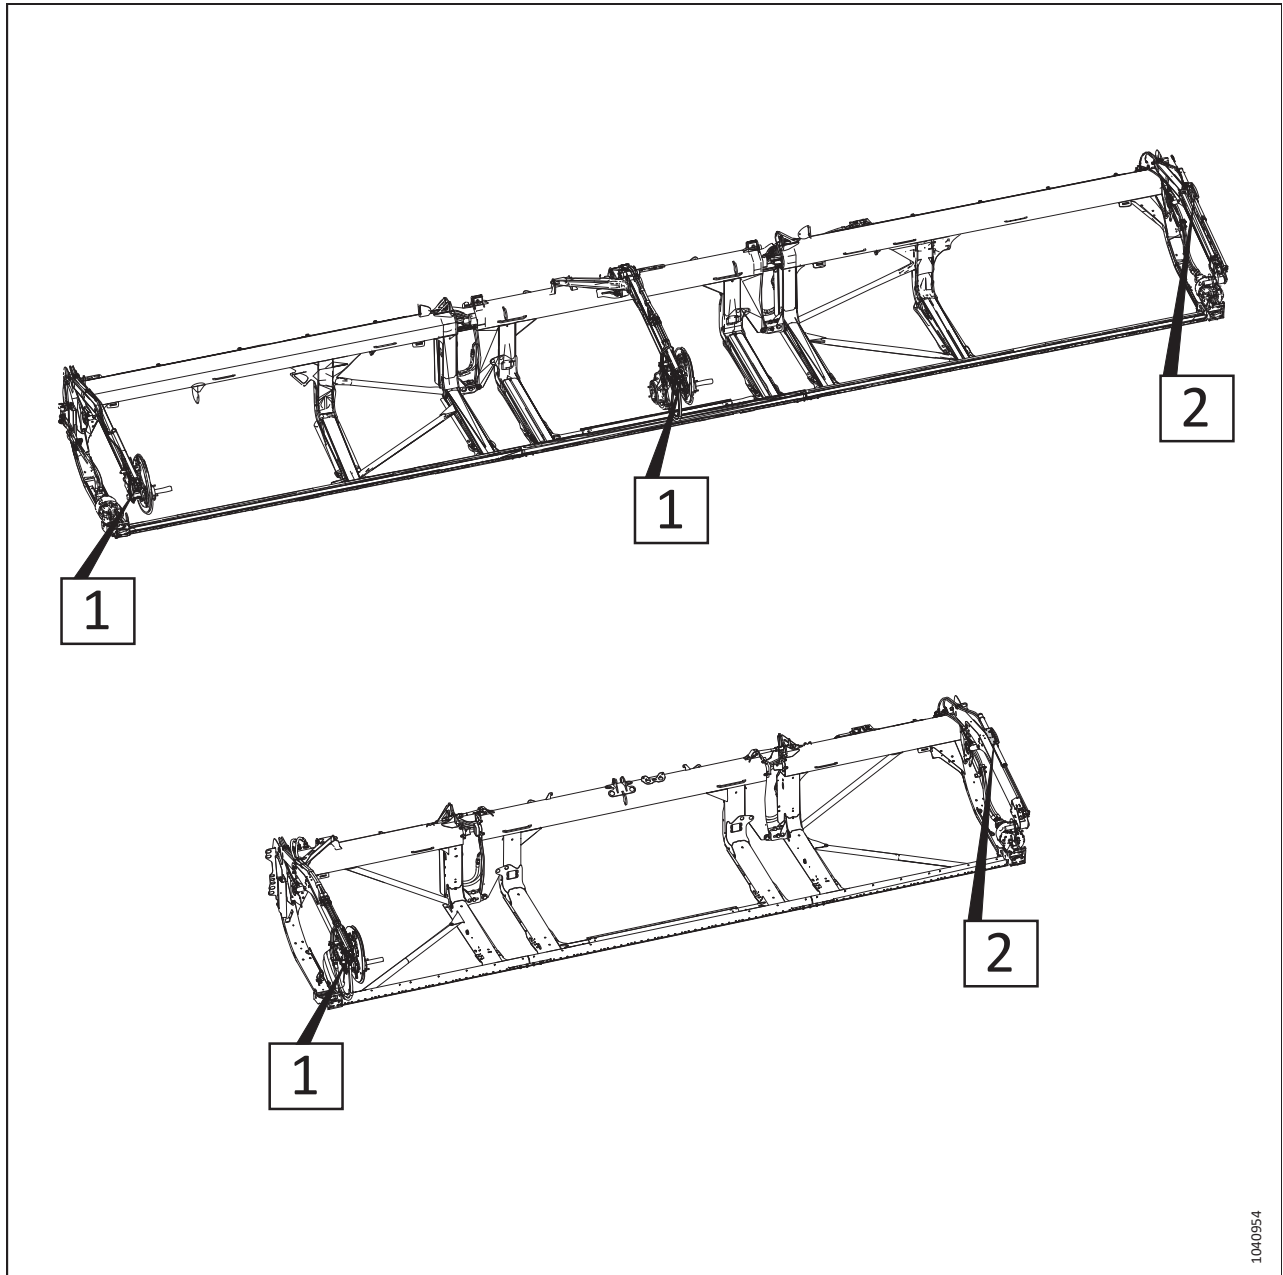

Figure 3.157: Vérins avant-arrière réglables – Numéros de référence des procédures
5. Consultez la figure 3.157, page 149 pour trouver les procédures de réglage des vérins avant-arrière adaptées à votre type de plateforme. Le numéro sur l'illustration se rapporte à l'une des procédures suivantes :